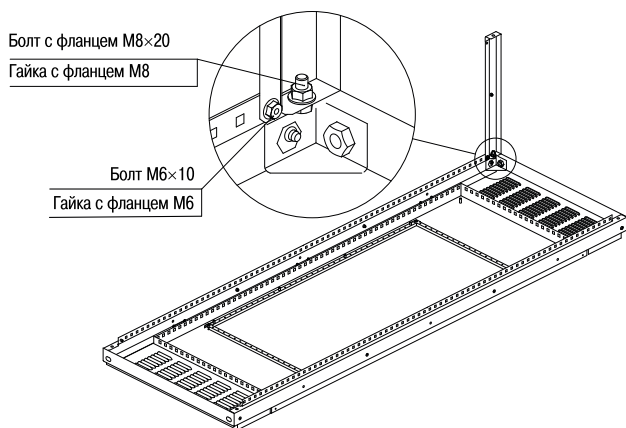

Рисунок 1
1.2 Установите стяжку на раму и закрепите её болтом М8×20 с гайкой М8 (крутящий момент 11 Н·м) по торцу стяжки, а также болтом М6×10 с гайкой М6 (крутящий момент 5 Н·м) через квадратное отверстие. Головка болта М6×10 должна быть с внешней стороны корпуса (рисунок 1).